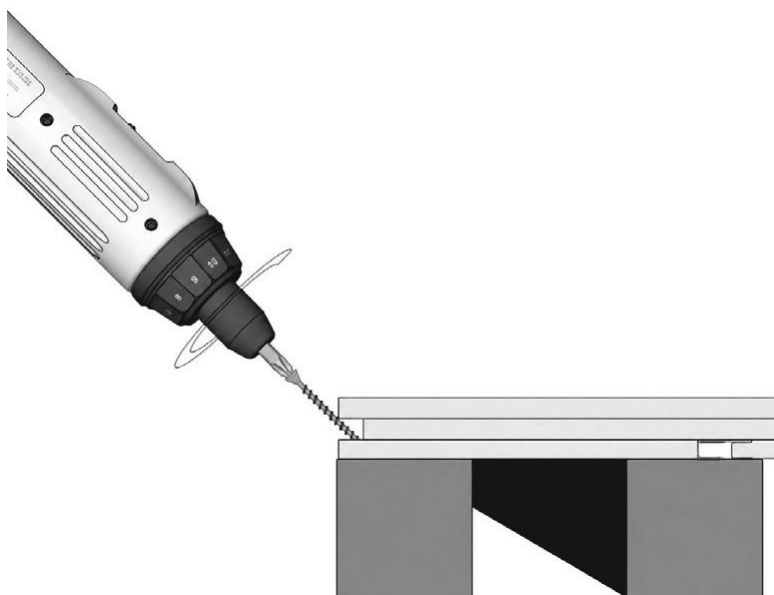

FIG. 16 – ÄUSSERE UNTERKANTE SCHRÄG VERSCHRAUBT
- 01 Wenn die Rahmenbordüren-Diele an Ort und Stelle ist, schrauben Sie schräg durch ihre äußere Unterkante und befestigen Sie sie am Balken (fig. 16). Bohren Sie Vorbohrungen in die Terrassendielen vor, die 2 mm breiter als der Schraubenschaft sind; drehen Sie die Schrauben nicht zu tief in die Terrassendielen, um ein Splintern des Materials zu vermeiden.